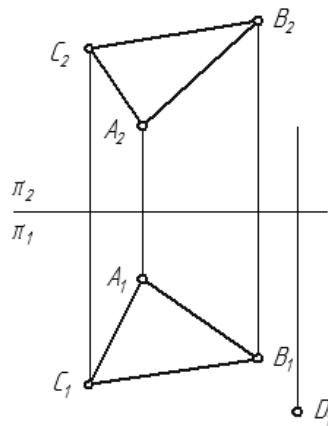

Рисунок 19 – Комплексный чертеж точки и плоскости
**Задание 22. Построить недостающую проекцию точки D при условии, что точка D находится на расстоянии 35мм от плоскости  $\Delta ABC$ . (рисунок 19).**